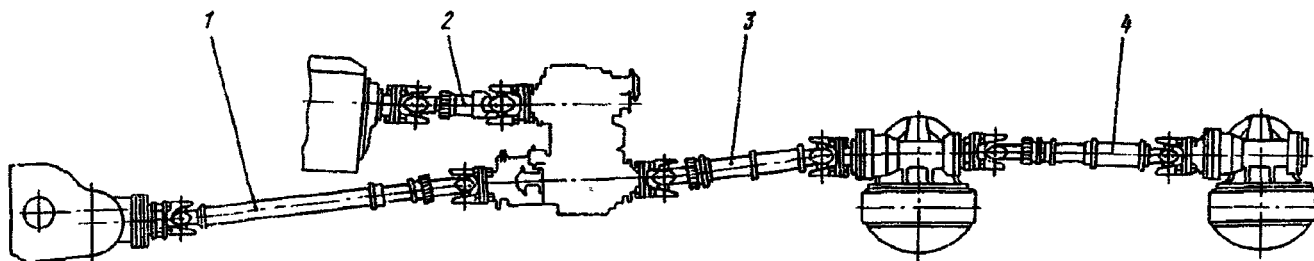

Рис. 47. Передача карданная:
1. Отверните гайки крепления вилки-фланца основного карданного вала 2 (рис. 47) к фланцу ведомого вала коробки передач, снимите шайбы, сдвиньте скользящую вилку карданного вала, опустите передний конец карданного вала, выньте болты из отверстий фланца. Эту операцию должны выполнять два человека	Ключ 24 мм (2 шт.), отвертка, молоток
1. Отверните гайки крепления вилки-фланца карданного вала 1 переднего моста (см. рис. 47) к фланцу вала привода переднего моста раздаточной коробки, снимите шайбы, сдвиньте скользящую вилку карданного вала, опустите задний конец вала и положите его на деревянную подкладку, выньте болты из отверстий фланца. Эту операцию должны выполнять два человека	Ключи 17, 22 мм, отвертка, молоток, деревянная подкладка
Снятие карданного вала промежуточного моста 1. Отверните гайки крепления вилки-фланца карданного вала 3 (см. рис. 47) промежуточного моста к переднему фланцу ведущего вала промежуточного моста, снимите шайбы, сдвиньте карданный вал, опустите задний конец вала и положите его на деревянную подкладку, выньте болты из отверстий фланца. Эту операцию должны выполнять два человека. 2. Выполните переход 1 для переднего конца карданного вала, отсоединив его от фланца привода задних мостов раздаточной коробки. Снимите вал с шарнирами в сборе Установка карданного вала промежуточного моста 3. Совместите отверстия вилки-фланца карданного вала промежуточного моста и фланца вала привода задних мостов раздаточной коробки, вставьте болты, установите шайбы и затяните гайки с моментом 59—69 Н·м (6—7 кгс·м). Эту операцию должны выполнять два человека. Технические условия. 1. Карданный вал устанавливайте скользящей вилкой к фланцу вала привода задних мостов раздаточной коробки. 2. Болты крепления устанавливайте со стороны фланцев раздаточной коробки промежуточного моста 4. Выполните переход 3 для заднего конца карданного вала, присоединив карданный вал к фланцу ведущего вала промежуточного моста	Ключ 17 мм (2 шт.), отвертка, молоток, деревянная подкладка То же Ключ 17 мм (2 шт.), отвертка, молоток, динамометрическая рукоятка, сменная головка 17 мм Ключ 17 мм (2 шт.), отвертка, молоток
рис. 47) заднего моста к заднему фланцу ведущего вала промежуточного моста, снимите шайбы, сдвиньте скользящую вилку карданного вала, опустите передний конец вала, выньте болты из отверстий фланца. Эту операцию должны выполнять два человека 2. Выполните переход 1 для заднего конца карданного вала, отсоединив его от фланца ведущего вала заднего моста. Снимите вал с шарнирами в сборе Установка карданного вала заднего моста 3. Совместите отверстия вилки-фланца карданного вала заднего моста и фланца ведущего вала заднего моста, вставьте болты, установите шайбы и затяните гайки с моментом 78—88 Н·м (8—9 кгс·м). Эту операцию должны выполнять два человека. Технические условия. 1. Карданный вал устанавливайте скользящей вилкой к заднему фланцу ведущего вала промежуточного моста. 2. Болты крепления устанавливайте со стороны вилок-фланцев карданного вала 4. Выполните переход 3 для переднего конца карданного вала, присоединив карданный вал к заднему фланцу ведущего вала промежуточного моста	ка, молоток То же Ключи 17, 22 мм, отвертка, молоток, динамометрическая рукоятка, сменная головка 22 мм Ключи 17, 22 мм, отвертка, молоток